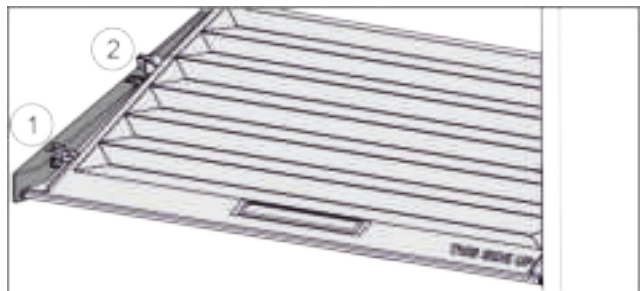

Fig. 41
- ▶ Deksel tot de opening in de vasthouddelen naar voren trekken Fig. 41 (1).
- ▶ Aan de achterkant vanaf de onderkant omhoog tillen en vanaf de bovenkant verwijderen Fig. 41 (2).